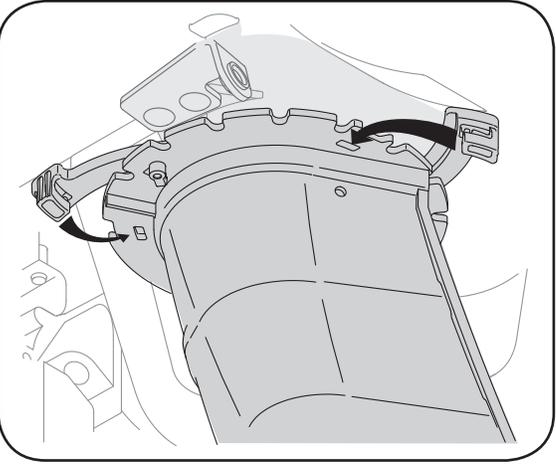

Figure 3-4
4. Fermez les brides pour maintenir la souffreuse sur sa base. Elles se mettront en place automatiquement. Voir la Figure 3-4.